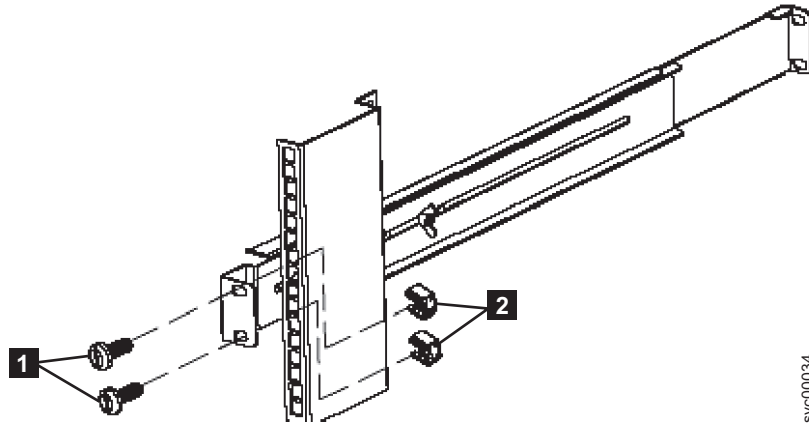

図 197. 2145 UPS-1U への背面レールの固定
6. 2 つの M6 × 10 ねじ **1** (528 ページの図 197) と 2 つのクリップ・ナット **2** を使用して、レールをラック背面に取り付けます。